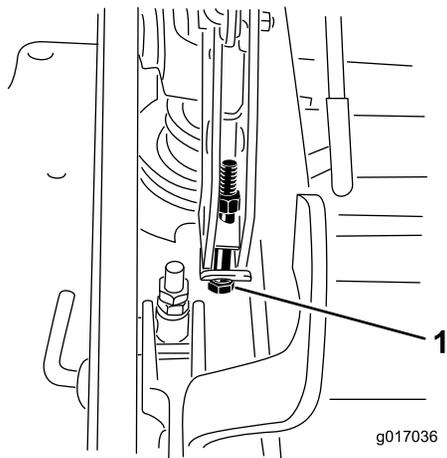

Figure 94
13. Si le tablier est trop bas, serrez le boulon de réglage monopoint dans le sens horaire. Si le tablier est trop haut, desserrez le boulon de réglage monopoint dans le sens antihoraire (Figure 94).